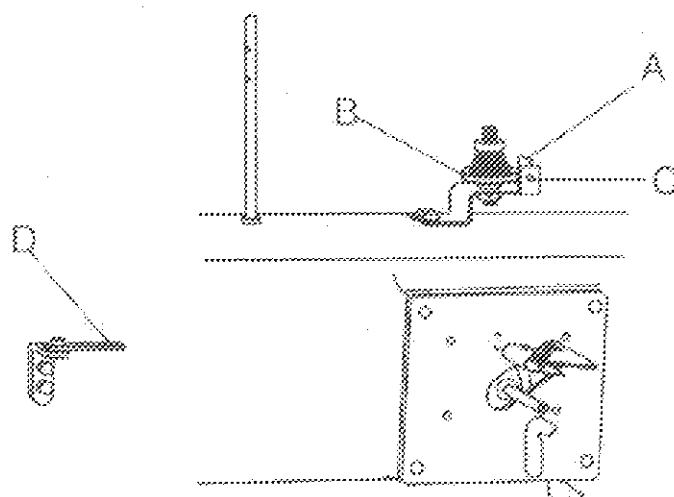

Рис. 6
9. Намотка нити на шпульку (Рис. 6)